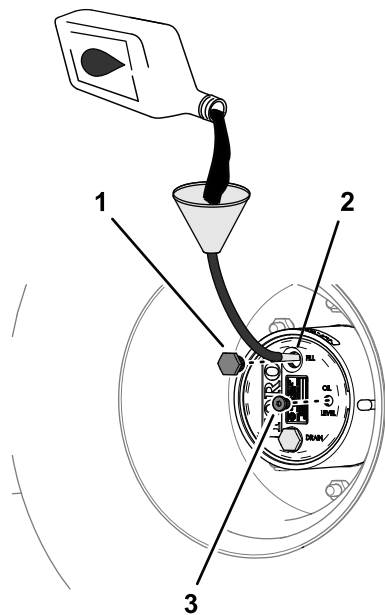

Bild 98
4. Wenn der Ölstand niedrig ist, entfernen Sie die Füllschraube und füllen Sie Öl der angegebenen Sorte ein, bis es aus dem Loch der Prüfschraube ausläuft (Bild 98), siehe Schmiermittelspezifikation für Planetengetriebe \(Seite 73\).
6. Setzen Sie die Füllschraube und die Prüfschraube ein (**Bild 98**).
1. Füllen Sie langsam das angegebene Getriebeöl in die Füllöffnung ein, siehe Bild 98 in Prüfen des Ölstands im Planetengetriebe \(Seite 73\).
3. Setzen Sie die Füllschraube und die Ölstandsschraube ein, siehe Bild 98 in Prüfen des Ölstands im Planetengetriebe \(Seite 73\).